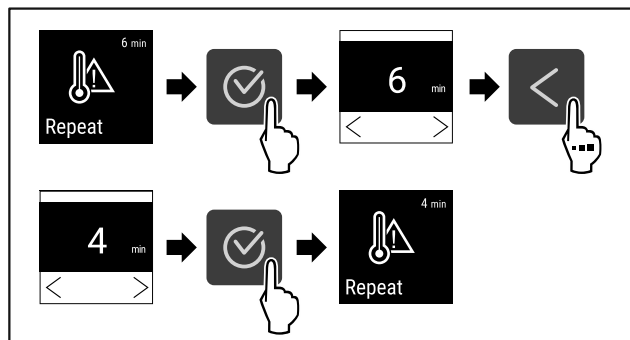

Fig. 100
- ▶ Følg anvisningene (se Fig. 100).